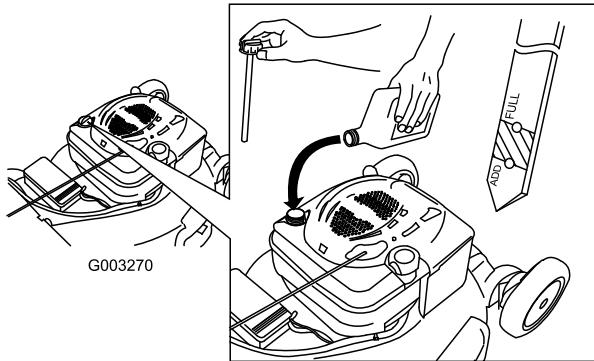

Рисунок 6
- Извлеките масломерный щуп (Рисунок 6).
- Медленно** залейте масло в маслозаливную горловину до тех пор, пока его уровень не достигнет отметки **Full** («Полный») на щупе (Рисунок 6). Проверка уровня масла с помощью щупа производится через 3 минуты после долива. **Не допускайте переполнения картера.** (Макс. объем масла: 0,59 л (20 унций.), тип: автомобильное моющее масло (SAE 30), имеющее классификацию API: SF, SG, SH, SJ, SL или выше.)